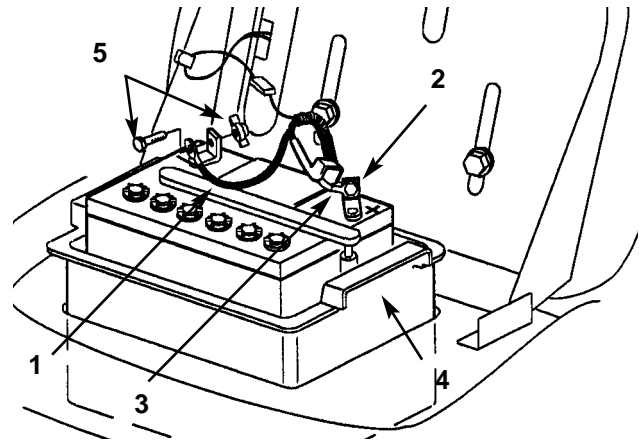
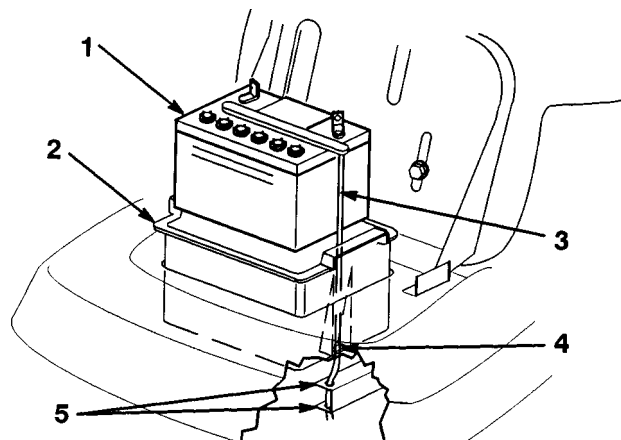

Figure 21
Figure 22
3. Débrancher le câble négatif (noir) de masse de la borne de la batterie (Fig. 21).
4. Repousser la gaine en caoutchouc le long du câble positif (rouge) et débrancher le câble de la borne de la batterie (Fig. 21).
5. Déposer le boîtier de la batterie, la batterie et le long tube d'évacuation du châssis (Fig. 22).
1. Installer la batterie dans le boîtier et glisser le tube d'évacuation dans le conduit et la fente située à la base du boîtier (Fig. 22).
IMPORTANT: Observer le logement de la batterie dans le châssis et repérer le trou situé au bout du longeron droit (Fig. 22). Toujours faire passer le tube d'évacuation dans ce trou pour éviter que l'acide ne corrode le tracteur et la tondeuse.
2. Installer le boîtier et la batterie dans le châssis (Fig. 21). Vérifier que l'extrémité du tube d'évacuation se trouve dans le trou du châssis (Fig. 22).
3. A l'aide du boulon et de l'écrou papillon, connecter le câble positif (rouge) à la borne positive (+) de la batterie (Fig. 21). Glisser la gaine en caoutchouc sur la borne.
4. A l'aide du boulon et de l'écrou papillon, connecter le câble négatif (noir) à la borne négative (-) de la batterie (Fig. 21).